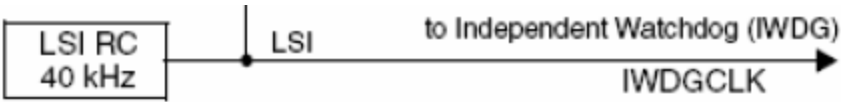

图 5-46 LSI 低速内部时钟
3. LSI 是低速内部时钟，RC 振荡器，频率为 40kHz，可以用于驱动独立看门狗和通过程序选择驱动 RTC（RTC 用于从停机/待机模式下自动唤醒系统），时钟树的截图如下图 5-46 所示：